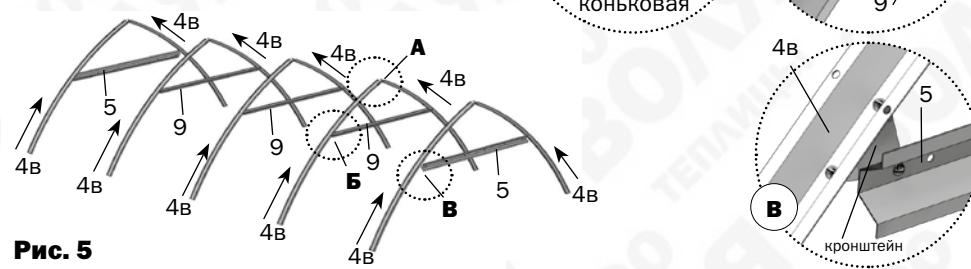

Рис. 5
- Выполните сборку в соответствии с фотографиями этапов сборки и узлов, представленными на **рис. 5..12**. На рисунках показана сборка теплицы длиной 4 м. Необходимая длина теплицы достигается путем добавления соответствующих деталей из пакета(ов) «Вставка». Для соединения деталей используются винты M5x10.